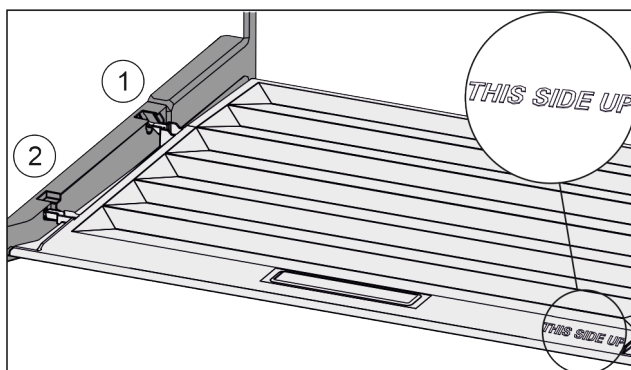

Fig. 116
- ▶ Výstupky víka zaveďte do zadních držáků Fig. 116 (1) a vpředu zaklesněte do držáku Fig. 116 (2).